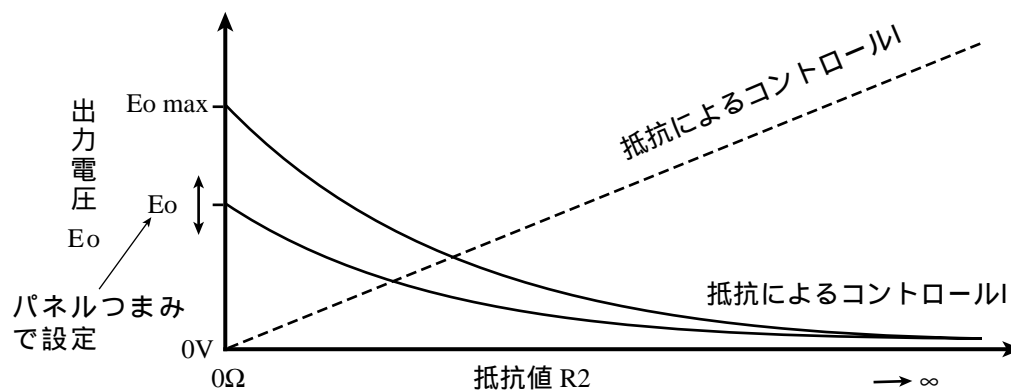

図4-4 抵抗によるコントロールIとII
- ・ 出力電圧 E_o と抵抗値 R_2 は図4-4に示すように反比例の関係になります。したがって抵抗器切り換え時や事故で回路が開放(オープン)になった場合、抵抗値は(無限大)となって出力はゼロになります。